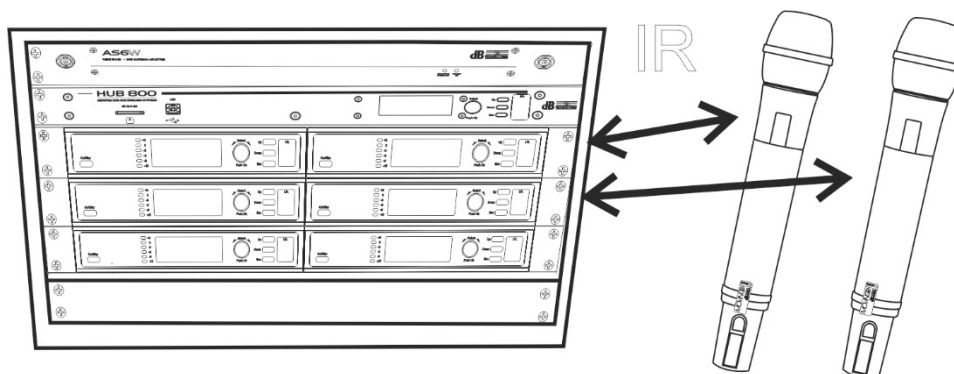

Fig. 5
- 5 Synchroniser les récepteurs Moving D et les canaux des microphones comme l'illustre la fig. 5. Pour de plus amples détails, se référer au manuel MOVING D.